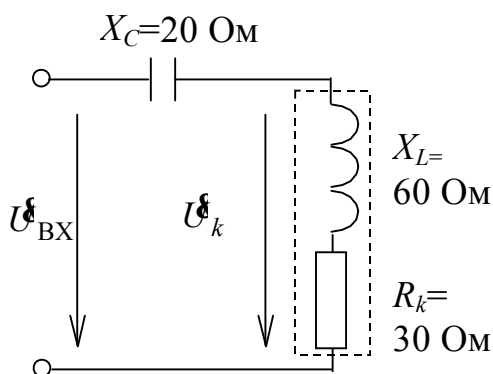

Рис. 4.1
**Задача 4.1.** Заданы параметры элементов электрической цепи (рис. 4.1) и входное напряжение  $U_{BX} = 141 \cdot \sin 314t$  В.